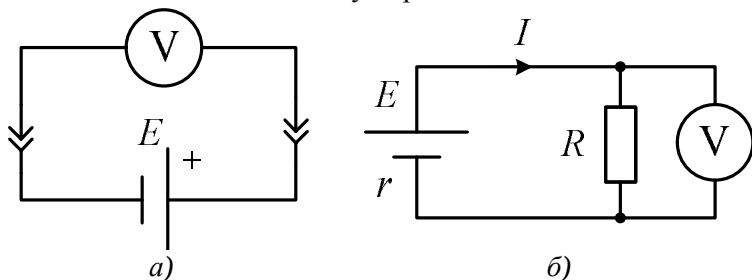

Рис. 4.2
ЭДС источника можно определить с достаточной точностью прямым измерением (рис. 4.2.), если входное сопротивление вольтметра много больше внутреннего сопротивления источника. Используемый в работе цифровой вольтметр полностью соответствует этому условию, так как имеет входное сопротивление порядка 10^6 Ом , а внутренние сопротивления исследуемых в работе источников составляют величину порядка 10^2 Ом .
Для схемы на рис. 4.2 б) можно записать уравнения для тока в цепи и напряжения на нагрузке:
1.1. Установите переключатель мультиметра на предел «20 V». Измерьте ЭДС источников E_1 и E_2 (рис. 4.2). Занесите в табл. 4.1. значения ЭДС, предел измерения и класс точности прибора на данном пределе.